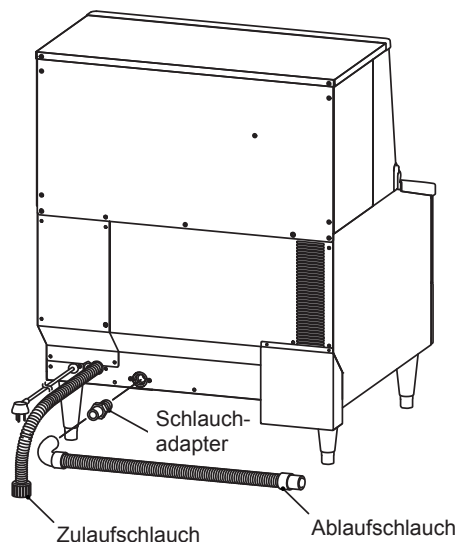

Abb. 3
- 2) Um die Schlauchverschraubung ein PTFE-Band wickeln und den Schlauchadapter in den Wasserablauf des Eisbereiters hineinschrauben. Den grauen, flexiblen Ablaufschlauch (Zubehör) handfest auf den Schlauchadapter schrauben (siehe Abb. 3). Der Schlauch lässt sich auf die richtige Länge, d. h. der Position des Hauptabflusses entsprechend, zuschneiden. Zur Vermeidung von Wasserlecks den Ablaufschlauch mit einer Schlauchklemme am Ablaufauslass sichern.